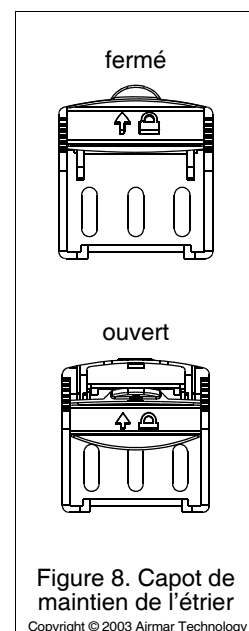

Figure 8. Capot de maintien de l'étrier
1. Si le capot est fermé, ouvrez-le en comprimant le verrouillage et en pivotant le capot vers le bas (voir Figure 8).